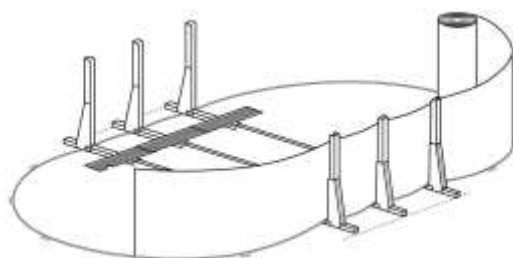

fig. 21
a) Coloque la pared de la piscina verticalmente (la etiqueta interior de la pared hacia arriba) sobre un cartón en el centro del círculo, esto le facilitara el desenrollarla y evitara rallar la pared por debajo. El troquelado del skimmer esta al final del royo de la banda, fig. 21.